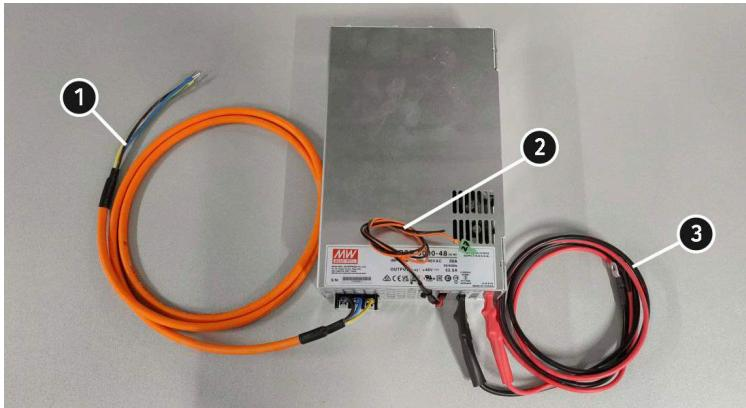
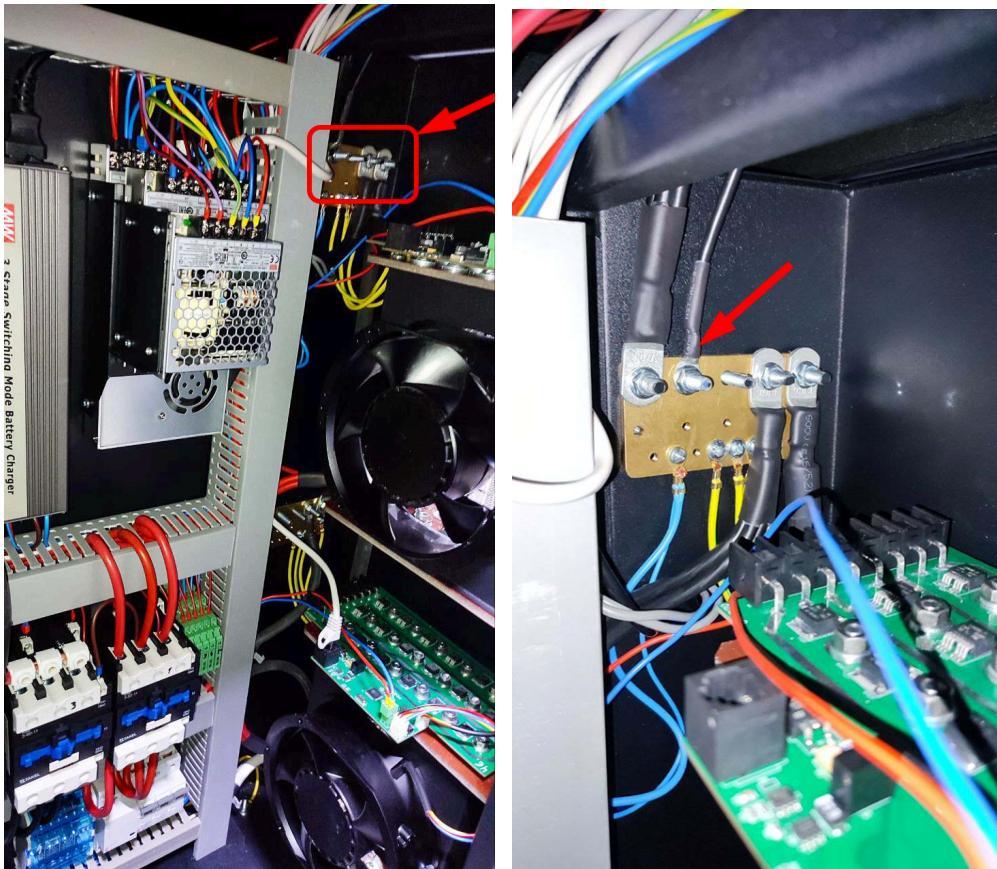
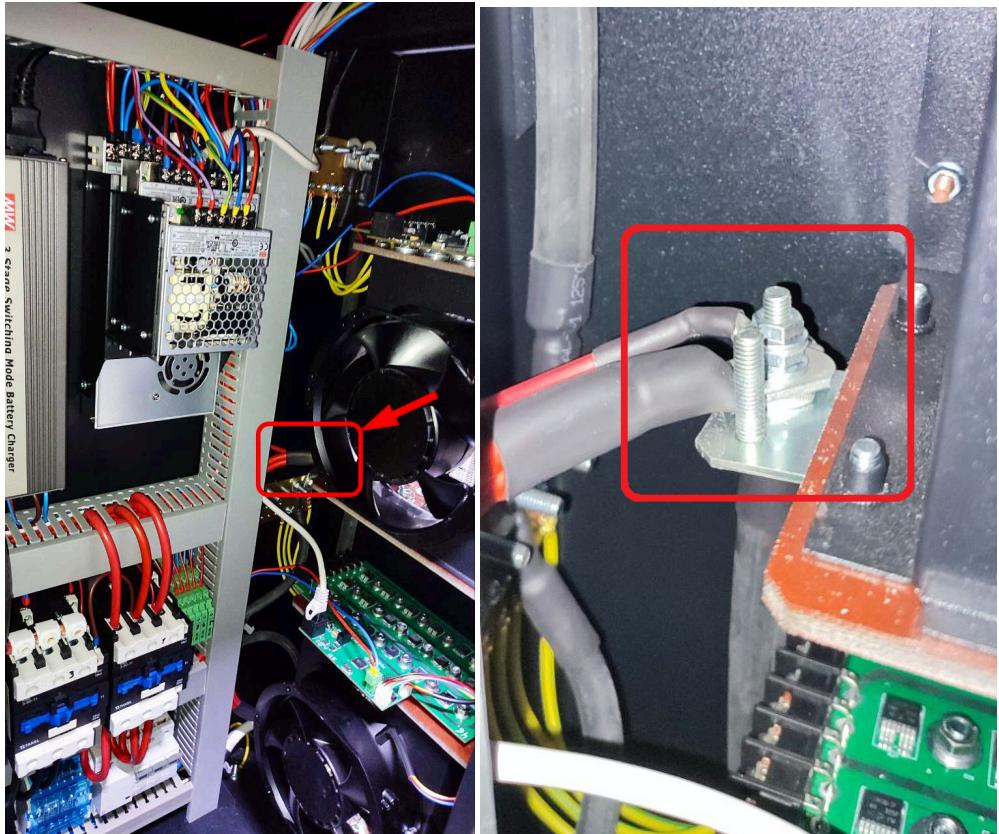

Рисунок 6
Рисунок 8
Рисунок 9
К блоку питания RSP-3000-48 подключены три набора проводов см. рис. 6:
2. Подключите чёрный провод выхода блока питания (поз. 3 рис. 6) к минусовой меднойшине см. рис. 8.
3. Подключите красный силовой выхода блока питания (поз. 3 рис. 6) к блоку нагрузки см. рис. 9.
4. Подключите провода питания блока питания (поз. 1 рис. 6) к силовому клеммнику см. рис. 10.
5. Подключите провода управления блоком питания (поз. 2 рис. 6) к главной плате как показано на рисунке 12. Провод с разъёмом в место поз.1 и чёрный провод в поз 2.